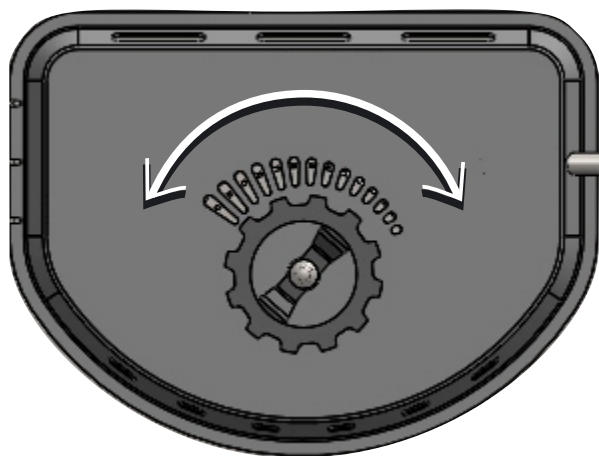
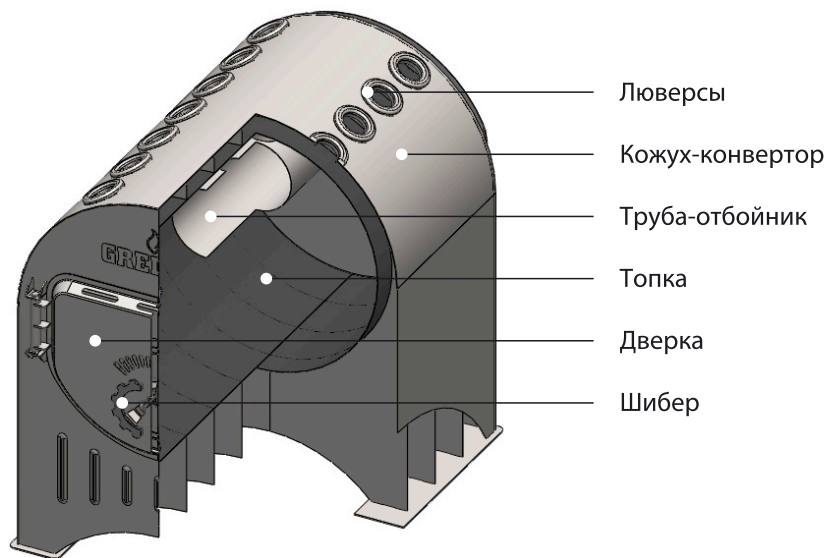

Рисунок 5. Регулировка шибера на дверце
Рисунок 1. Конструкция печи Zinger (вид спереди)
- шибер 1 расположен в дверке печи (рисунок 1), регулируется с помощью ручки (рисунок 5)
При растопке, чтобы обеспечить доступ воздуха в зону горения и интенсивный розжиг топлива, необходимо неплотно уложить дрова, перевести шибер на двери в положение “открыто” (рисунок 5), и открыть шибер на трубе.